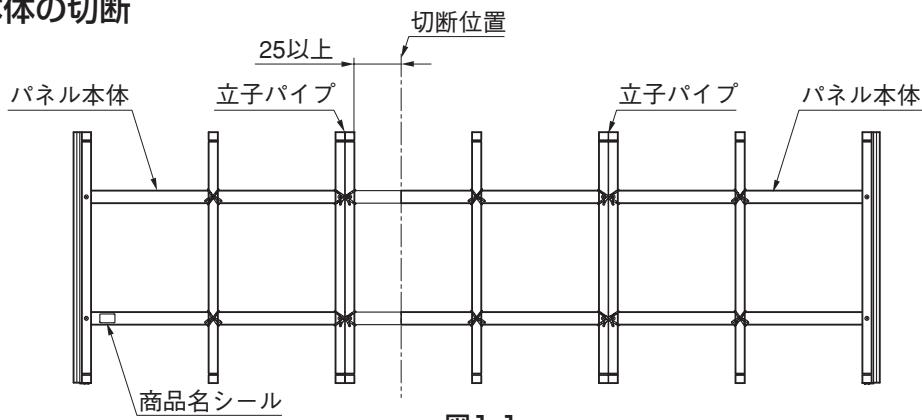

図1-1
- ①パネル本体を切削位置で切削してください。（図1-1参照）